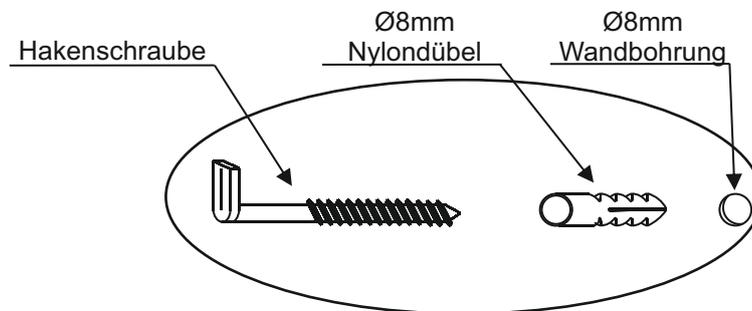

Abb. 5
6. Zur Montage des Paneels an die Zimmerwand bohren Sie mit einem $\text{\O}8\text{mm}$ Bohrer entsprechend den Aufhangebeschlagen 3 Dubellocher in die Wand. Hangen Sie nach Montage von Kunststoffdubeln und Hakenschrauben das Paneel auf. (Abb.5)